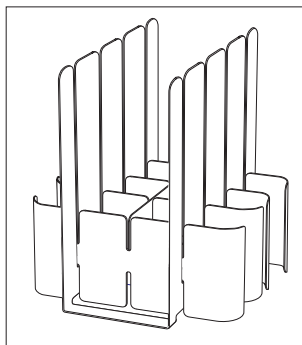

図6
- 1) 仕切りスタンドに仕切り板（長）、（短）を挿し込んで組み立てます。（図6）